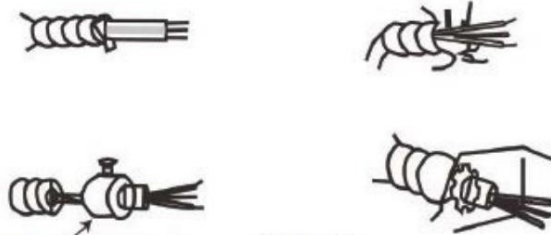

Figure 6
2. Fixez le câble flexible à travers une découpe sur le côté du radiateur conformément aux normes NEC et locales. codes, voir la figure 6 et les SPÉCIFICATIONS pour le câblage et les disjoncteurs recommandés.
REMARQUE : Pour certaines applications, un conduit peut être nécessaire (voir Figure 6). Vérifiez les codes électriques locaux.